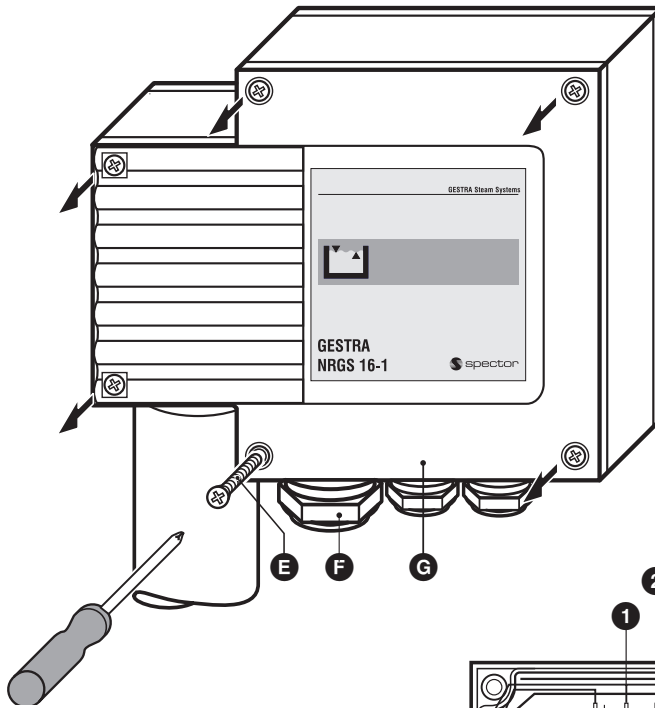

Fig. 5
1. Schroeven **E** losmaken en uitschroeven, deksel **G** wegnemen. **Fig. 5**